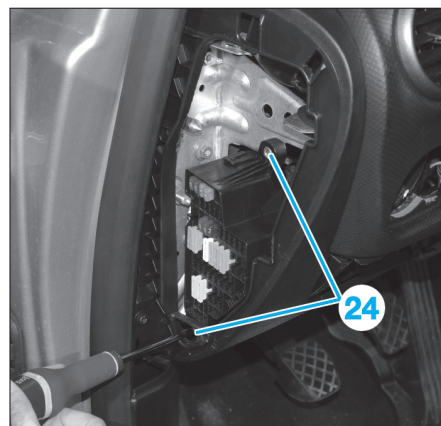

Fig. 47
- Déposer les vis (24) et dégager le porte-fusible (Fig.47).